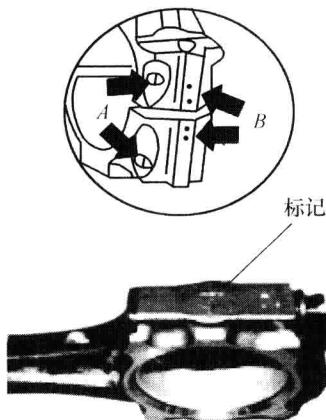

图 1-9 连杆标记
- (2) 分别拆卸 1、4 缸的连杆紧固螺母，取下连杆轴承盖。注意：连杆轴承盖与连杆体侧面有配对标记（图 1-9），应配对放好，各缸连杆也应按顺序放好。